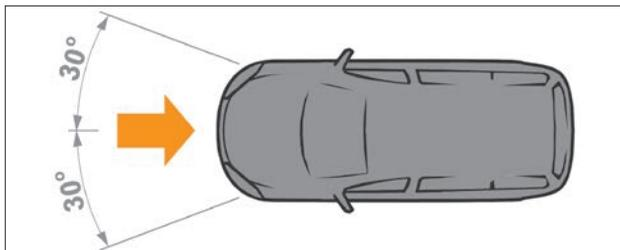

Рис. 2.6.5. Зона действия и срабатывания фронтальных подушек безопасности
- в случае достаточного по силе удара, воздействующего на автомобиль спереди при определенных условиях (см. рис. 2.6.5).